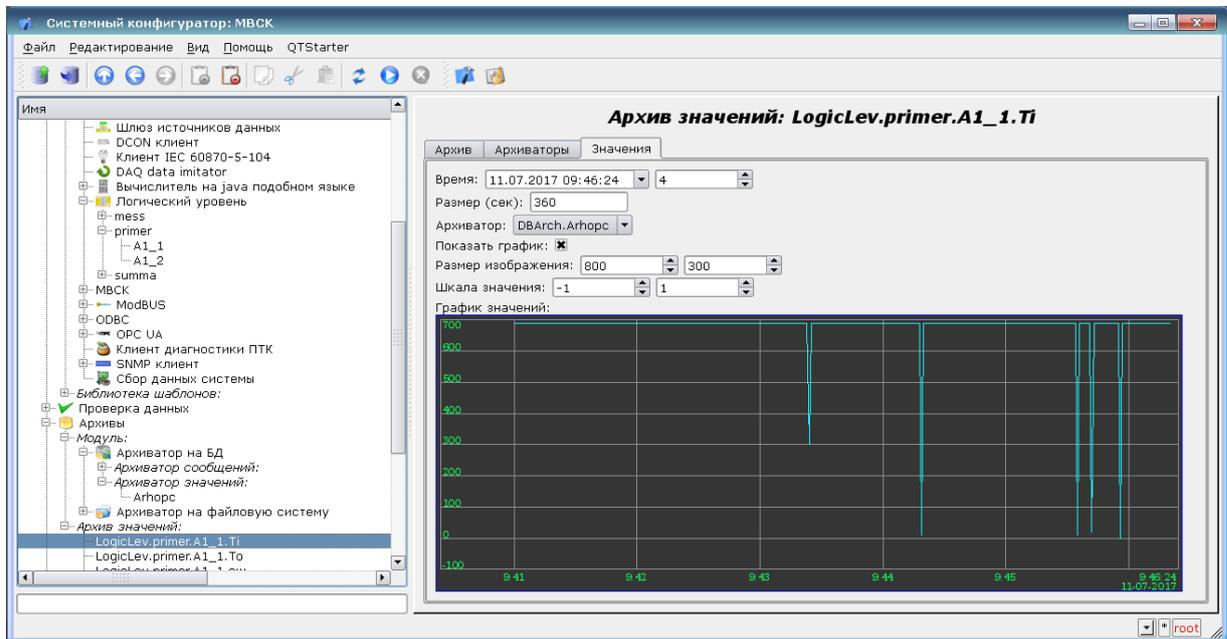

Рисунок 87
- *Показать график* - указывает на необходимость представления данных архива в виде графика (тренда), иначе результат представляется в таблице, содержащей только время и значение. В случае установки этого поля формируется и отображается график (рисунок 87), кроме того появляются дополнительные конфигурационные поля настройки изображения: